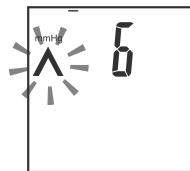

Рис.13
3. Раздастся звуковой сигнал и начнется быстрое нагнетание воздуха в манжету. При этом замигает символ «^» и выводимый на дисплей значение будет увеличиваться (рис.13).